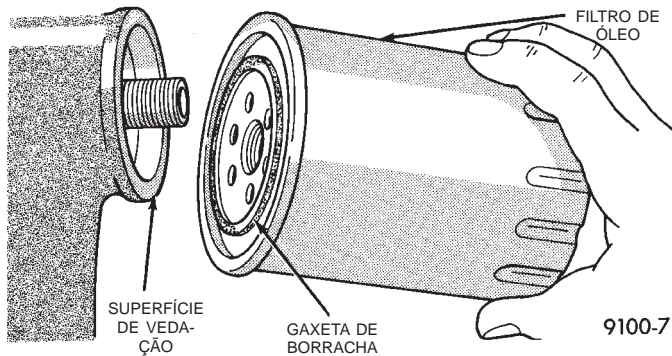

Fig. 8 Superfície de Vedação do Filtro de Óleo — Típico
(4) Quando o filtro de óleo é separado do niple do adaptador, vire a extremidade da gaxeta para cima para minimizar o derramamento do óleo. Remova o filtro do veículo.
- (5) Com um pano de limpeza, limpe a superfície de vedação da gaxeta (Fig. 8) de óleo e sujeira.
(1) Lubrifique levemente a gaxeta do filtro de óleo com óleo de motor ou graxa de chassi.
(2) Rosqueie o filtro no nipple do adaptador. Quando a gaxeta entrar em contato com a superfície de vedação, (Fig. 8) aperte firmemente o filtro com as mãos dando uma volta completa, mas não aperte com muita força.
(3) Adicione óleo, verifique o nível de óleo do cárter e dê partida no motor. Inspeção se há vazamentos de óleo.